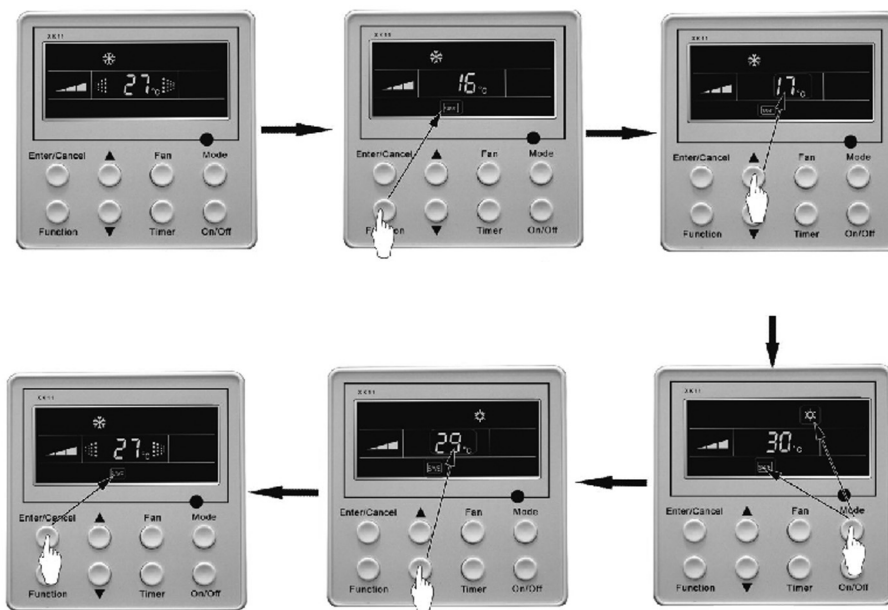

Рис. 6.11
6.5.6.2 Для включения в рабочем режиме необходимо кнопкой FUNCTION выбрать функцию **Save** (рис. 6.11). Затем кнопками ▲ и ▼ задать нижнее предельное значение температуры в режиме охлаждения или верхнее предельное значение в режиме нагрева и нажать кнопку Enter/Cancel для подтверждения.